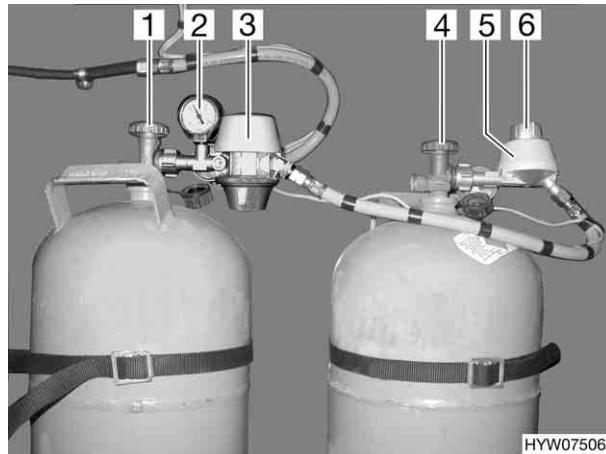
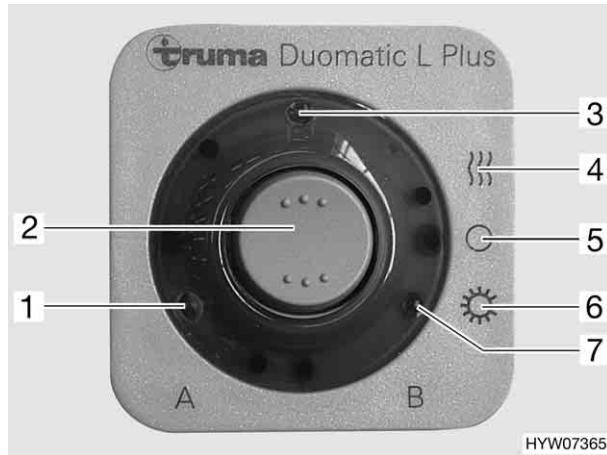

Fig. 62 Impianto di commutazione Duomatic
Fig. 63 Visualizzatore a distanza
L'impianto di commutazione Duomatic è costituito da un regolatore centrale (Fig. 62,3) e da un regolatore di commutazione (Fig. 62,5). Con la manopola (Fig. 62,6) sul regolatore di commutazione è possibile stabilire, quale delle bombole del gas viene utilizzata come bombola in uso e quale bombola del gas viene utilizzata come bombola di riserva. Entrambi i regolatori sono dotati di un rivelatore di pressione e dell'impianto antighiaccio Eis-Ex.
Il manometro (Fig. 62,2) sul regolatore centrale indica la pressione nella bombola del gas, non il livello della bombola del gas. Con il manometro è possibile verificare la tenuta della bombola del gas. L'elemento di regolazione (Fig. 63) regola solo le funzioni elettriche. Le valvole principali di arresto delle bombole del gas (Fig. 62,1 e 4) devono essere aperte manualmente.
- Aprire le valvole principali di arresto delle bombole del gas (Fig. 62,1 e 4).
- Con la manopola (Fig. 62,6) sul regolatore di commutazione (Fig. 62,5) selezionare la bombola del gas, da cui proviene la principale alimentazione del gas (bombola in uso). Girare la manopola fino all'arresto.
Quando la manopola si trova sul settore rosso l'alimentazione del gas proviene principalmente dalla bombola del gas con il regolatore centrale (Fig. 62,3).
Quando la manopola si trova sul settore verde l'alimentazione del gas proviene principalmente dalla bombola del gas con il regolatore di commutazione (Fig. 62,5).
- Selezionare la modalità di funzionamento sul visualizzatore a distanza (Fig. 63) e inserire l'impianto di commutazione Duomatic. Ora entrambi i regolatori di pressione del gas sono disaerati.
Con il visualizzatore a distanza (Fig. 63) è possibile selezionare la modalità di funzionamento. Inoltre il visualizzatore a distanza segnala, all'interno del veicolo, quale bombola del gas è vuota.
Impostare la modalità di funzionamento tramite l'interruttore a bilico (Fig. 63,2). Durante il funzionamento si accende l'indicazione di funzionamento (Fig. 63,3).
- Funzionamento invernale "On e riscaldamento" (Fig. 63,4)
- Spento (Fig. 63,5)
- Funzionamento estivo "On" (Fig. 63,6)
- Luce spia "A" (Fig. 63,1): bombola del gas sul regolatore centrale
- Luce spia "B" (Fig. 63,7): bombola del gas sul regolatore di commutazione